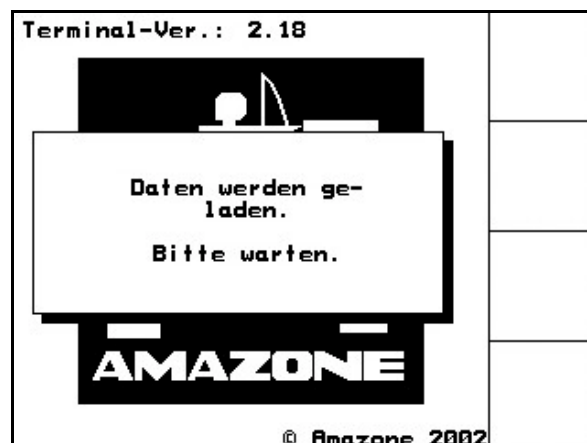

Fig. 35
- i** Si el **AMATRON+** carga datos del ordenador de máquina, aparece la figura de inicio al lado (Fig. 35). La carga de nuevos datos se efectúa con